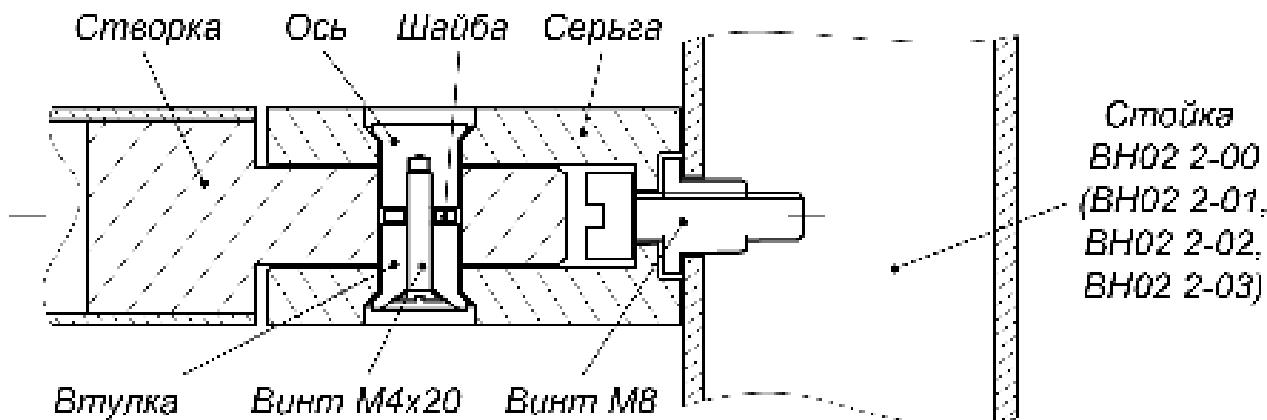

Рисунок 15. Крепление шарниров к опорной стойке поворотной секции ограждения
4. На стойке двумя винтами M8 закрепите две серьги шарниров. Соберите шарнирные узлы и установите створку на опорной стойке, как показано на рис. 15.
3. На стойках ограждения винтами M8 закрепите по две серьги шарниров створки (рис. 15).
4. Установите стойки на установочной поверхности и закрепите их болтами M10. усилие затяжки – предварительное. Наденьте на фланцы стоек декоративные крышки из их комплекта поставки. Соберите шарнирные узлы и установите створки на стойках, как показано на рис. 15.
- На стойке двумя винтами M8 закрепите две серьги шарниров. Соберите шарнирные узлы и установите створку на опорной стойке, как показано на рис. 15.